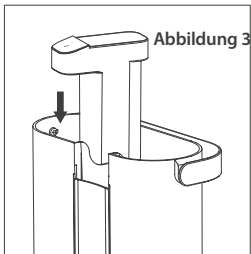

Abbildung 3
- Setzen Sie die Wasserpumpeinheit wieder in den Wassertank ein. (Abbildung 3)